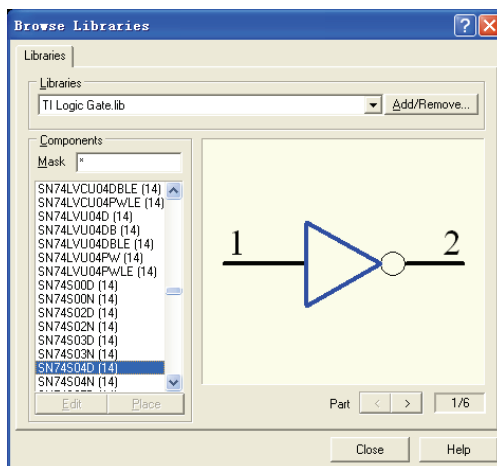

图 2-20 “Browse Libraries”对话框
1) 选择元器件库：单击“Browse（浏览）”按钮，系统将弹出如图 2-20 所示的“Browse Libraries（浏览元器件库）”对话框，在该对话框中，用户可以选择需要放置的元器件的库，也可以单击“Add/Remove”按钮加载元器件库（参考 2.5 节），然后可以在“Components（元器件）”列表中选择自己需要的元器件，在预览框中可以查看元器件图形。